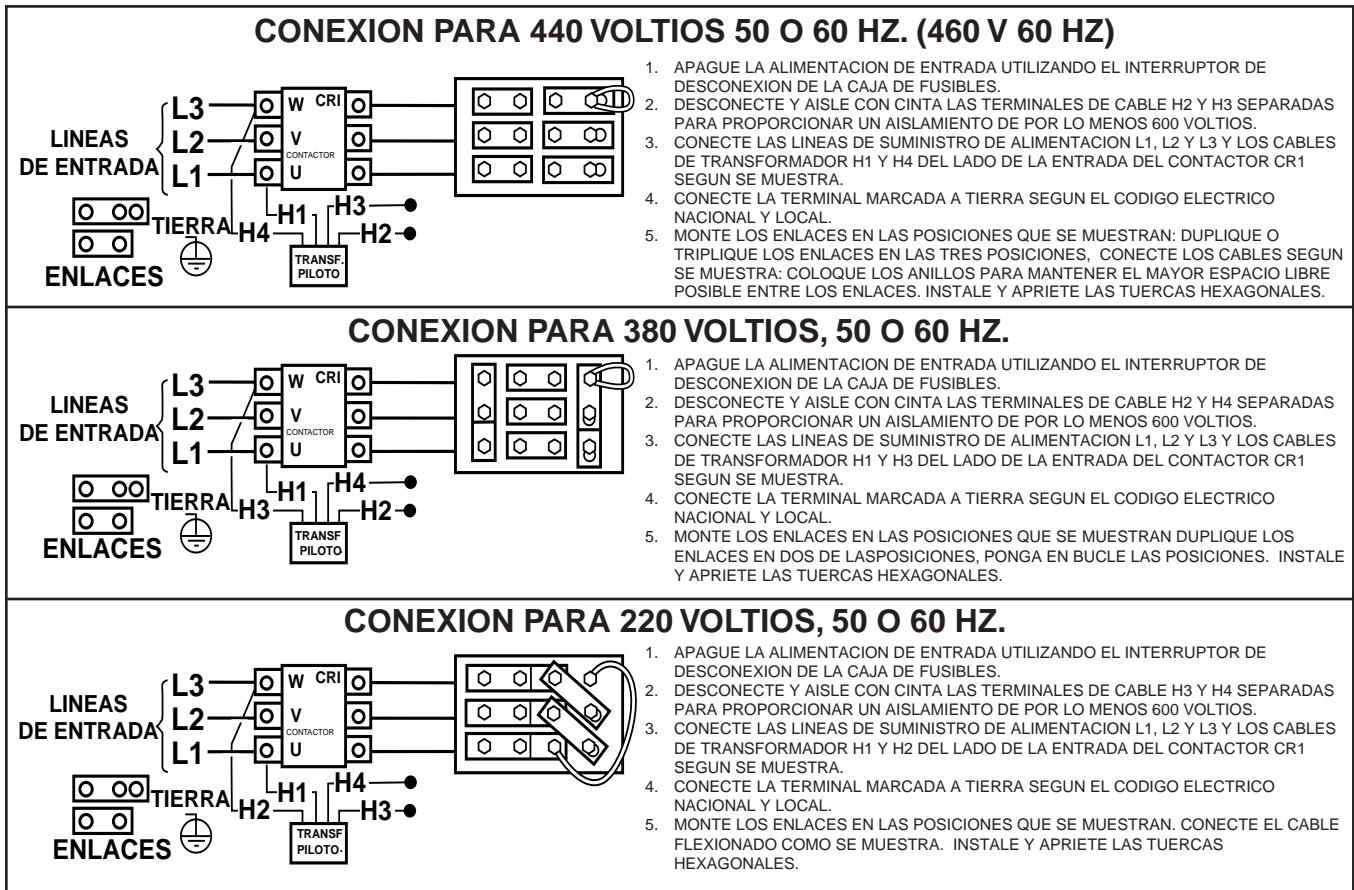

FIGURA A.5- Posiciones de la Placa del Panel de Reconexión para Máquinas de 220/380/440 VCA.
2. Para 220/380/460, consulte la Figura A.5. (M15010)